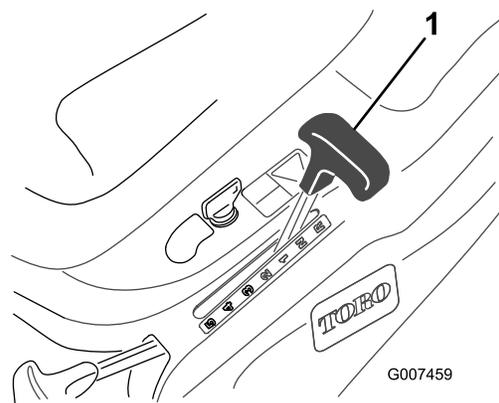

Figure 8
3. Mettez le levier de vitesse au point mort (N) (Figure 8).